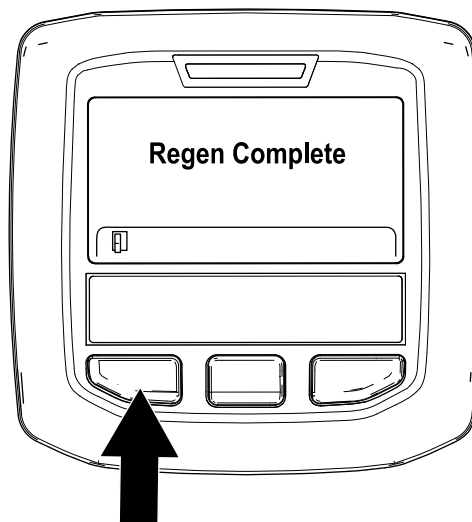

Bild 53
- Die geparkte Regenerierung ist abgeschlossen, wenn die Meldung „Regen. Complete“ im InfoCenter angezeigt wird. Drücken Sie die linke Taste, um den Homebildschirm anzuzeigen (Bild 53).